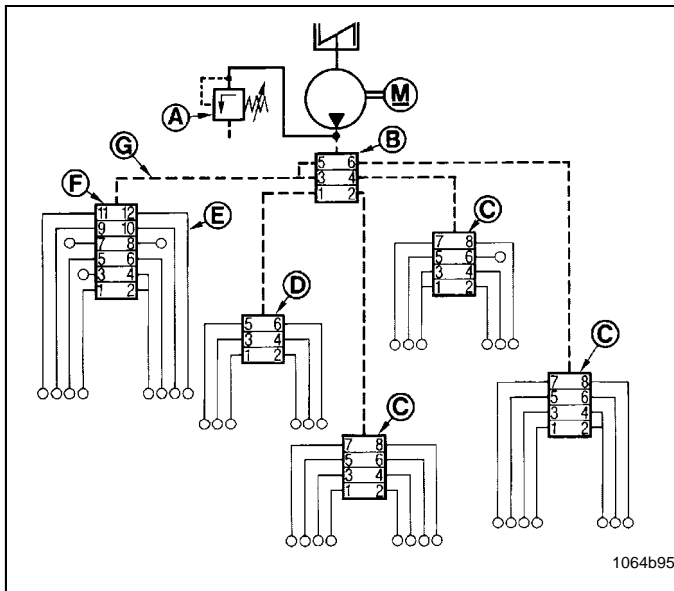

Abb. 47 Beispiel einer Schmieranlage
- ➔ Am Hauptverteiler (B, Bild 47) alle Hochdruckkunststoffschläuche G zu den Unterverteilern einzeln nacheinander lösen. Tritt z. B. Fett oder Öl unter Druck am Auslass 1 des Hauptverteilers B aus, ist die Blockierung im Schmierkreis des Unterverteilers D zu suchen.